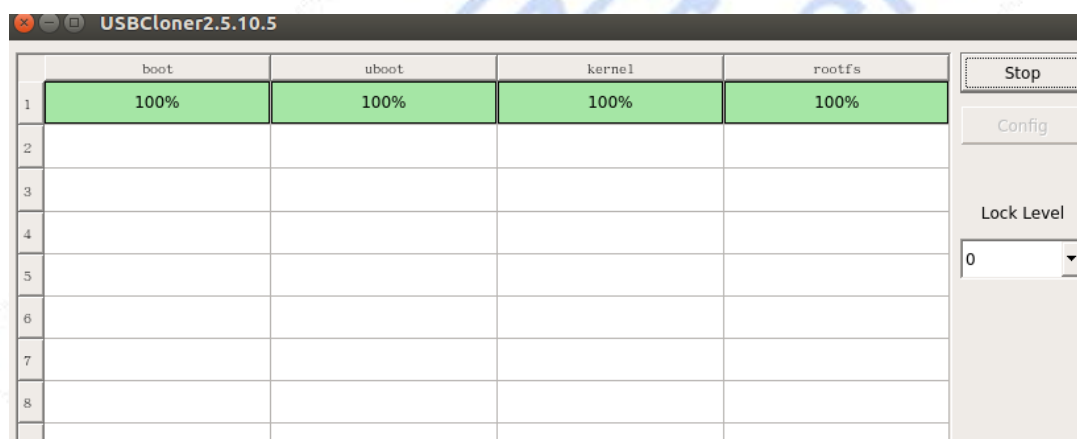

图 3-4
- 8、等待烧录工具各项烧录完成到 100%，如图 3-4 所示。
- 7、等待烧录工具各项烧录到 100%，如图 3-4 所示。